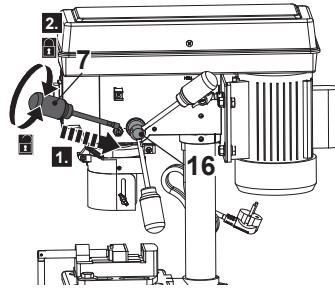

Fig. 4
1. Enrosque las tres asas de avance (7) en el sentido de las agujas del reloj en el cabezal de avance del husillo (16) (Fig. 4).